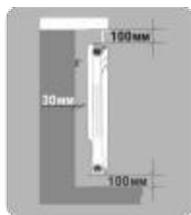

Рис. 1
- 4.3. Монтаж радиатора на стену.  Для обеспечения максимальной теплоотдачи радиатора необходимо соблюдать монтажные расстояния, указанные на рис.1. Для монтажа радиаторов используйте 3 усиленных кронштейна (2 сверху и 1 снизу).